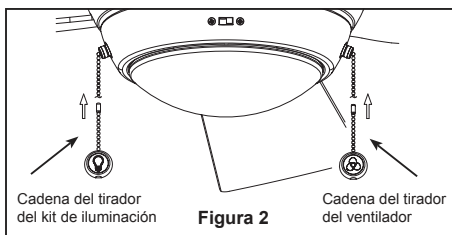

Figura 2
Debe colgar el ventilador a una distancia mínima de 2,13 m desde las aspas hasta el piso. (Figura 2)
- 2. Coloque y ajuste firmemente la cubierta para el tornillo de la base sobre los tornillos de reborde de la abrazadera para colgar mediante el mecanismo de seguro por giro del chavetero. (Figura 2)
- 2. Instale el ensamble de la placa de iluminación en el soporte utilizando las dos ranuras principales de conexión. Vuelva a colocar el tornillo retirados previamente y asegure los tres tornillos. (Figura 2)
2. Instale la cadena del tirador del ventilador y cadena del tirador del kit de iluminación. (Figura 2)